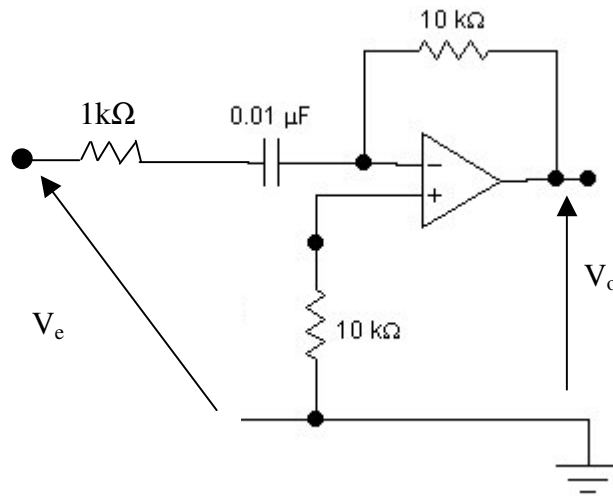

Figura 2 – Amplificador diferenciador inversor.
2.1. Montar o circuito da figura 2. Medir os sinais de entrada e saída sincronizados no tempo (“cc”), desenhando-os sincronizados no tempo com seus respectivos pontos notáveis e valores médios.